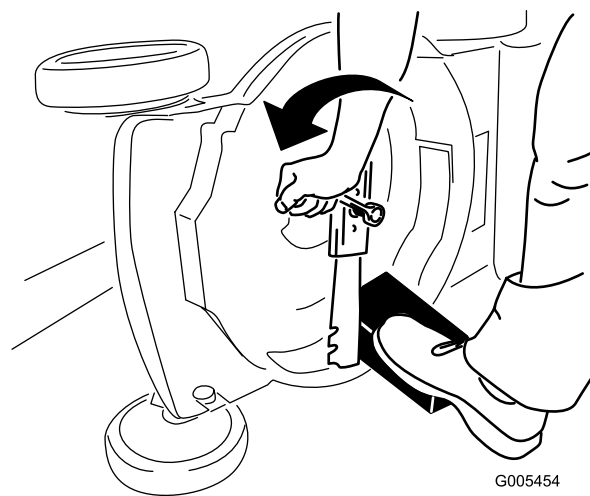

Figura 23
4. Togliete la lama e conservate la bulloneria di montaggio (Figura 23).
3. Usate un blocco di legno per tenere ferma la lama (Figura 23).